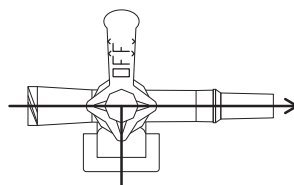

図6
(11) 輸液を再開する場合は、コックの向きを図6の状態にします。
(12) 消毒用アルコール綿等でサンプリングサイトおよびキャップ部に付着した血液等を拭き取ります。